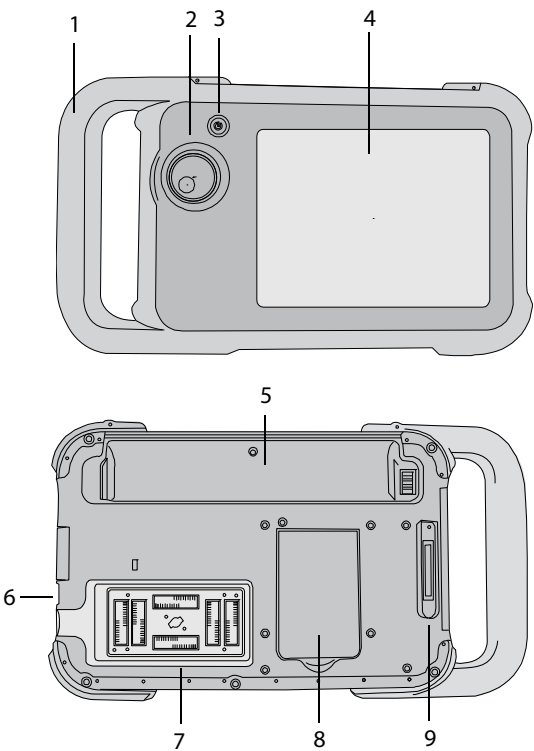

図 1 超音波画像診断装置：前面（上）および背面（下）
本体の背面にはバッテリーを装着する挿入部、プローブを接続するプローブコネクタ接続部、および NanoMaxx ドックを接続するコネクタがあります。側面には USB 接続用ポートが 2 つ装備されています。(1 ページの図 1 参照)
NanoMaxx ドックは本体の背面に接続します。電源コード、プリンターケーブル等を接続するポートを提供します。(1 ページの図 1 を参照)
- ❖ NanoMaxx ドックを本体の背面に装備されているコネクタに接続します。(1 ページの図 1 を参照) SonoSite 社のロゴがある方が上になるように NanoMaxx ドックを装着します。
- 2 AC 電源アダプタからの DC 電源ケーブルを NanoMaxx ドックの電源入力ポートに接続します。（1 ページの図 1 参照）
- ❖ USB ストレージ機器を本体の USB ポート  に差し込みます。（1 ページの図 1 参照）